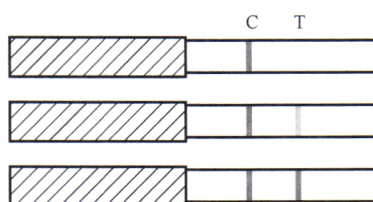

图 A.2 阳性结果示意图
6.2 阳性:试纸条上仅在质控区(C)出现一条红色条带,检测区(T)不出现色带,或检测区(T)出现与质控区(C)相比颜色较浅、颜色相当的红色条带(参见图 A.2)。
试纸条上仅在指控区(C)出现一条红色条带,检测区(T)不出现色带,或检测区(T)出现与质控区(C)相比颜色较浅、颜色相当的红色条带(参见图 A.2)。